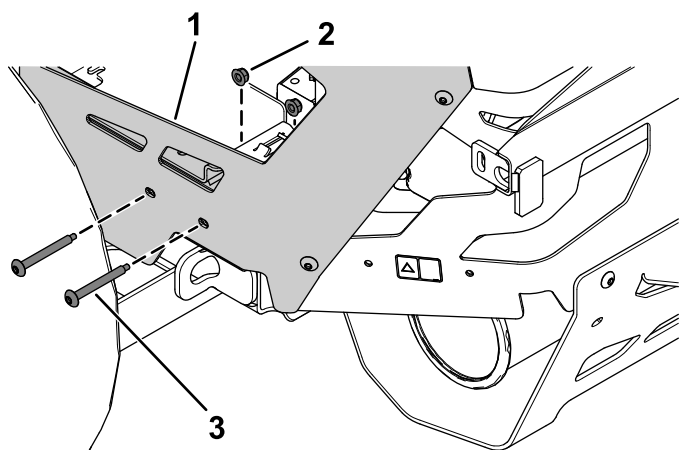

Figure 12
2. Retirez les 2 boulons Torx et les 2 écrous de la protection arrière gauche (Figure 12).